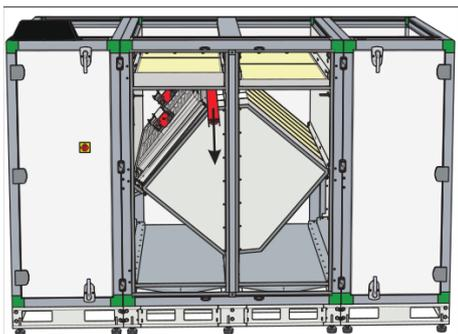

Abb. 4
- Nehmen Sie die Klappe mit beiden Händen und ziehen Sie diese heraus (Abb. 4).